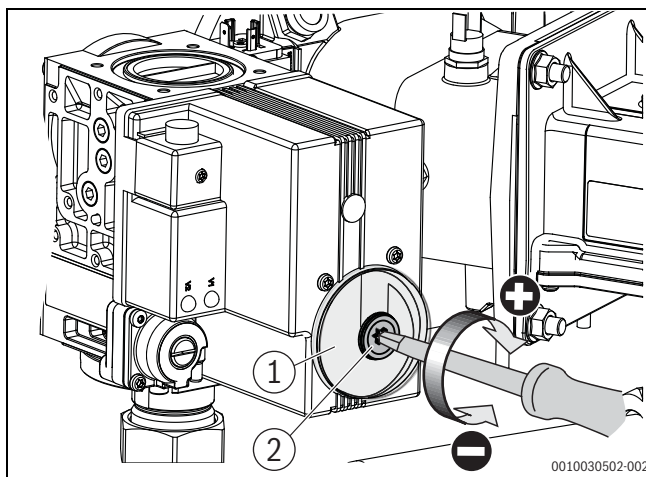

Fig. 12 Indstilling af O_2 -indholdet ved fuldlast (kedelstørrelse 150 kW – 300 kW)
- ▶ Tag beskyttelseskappen på gasarmaturet af (→fig. 12).
- ▶ Indstil O_2 -værdier i fuldlast justeringsskrue til 5,4 % (→fig. 12).